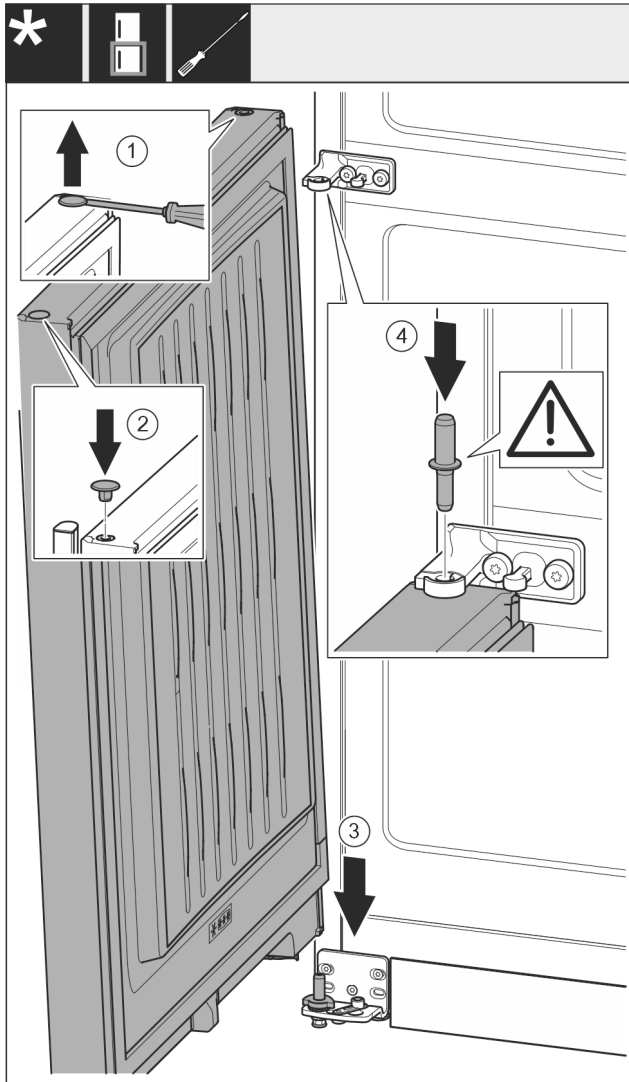

Fig. 24
- ▶ 将堵头 Fig. 24 (1)用带槽螺丝刀小心地提起并将其拉出。
- ▶ 将堵头 Fig. 24 (2)重新放入门的另一侧。
- ▶ 将冰箱门 Fig. 24 (3)从上方将放在下面的轴承螺栓上。
- ▶ 将中间轴承螺栓 Fig. 24 (4)通过中间托架放置在冰箱下方门内。同时注意止动凸轮需指向后方。